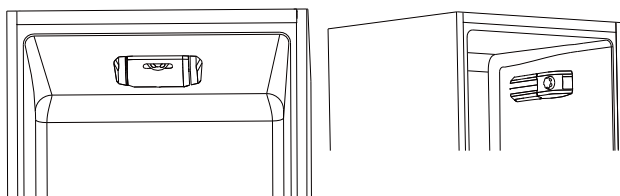

Fig.4
- De thermostaat ter controle van het toestel binnenin bevindt zich in het koelgedeelte (fig.4). Draai de thermostaatknop van de thermostaat om boven "0" te zetten. Het lampje brandt wanneer de deur van de koelkast open is.